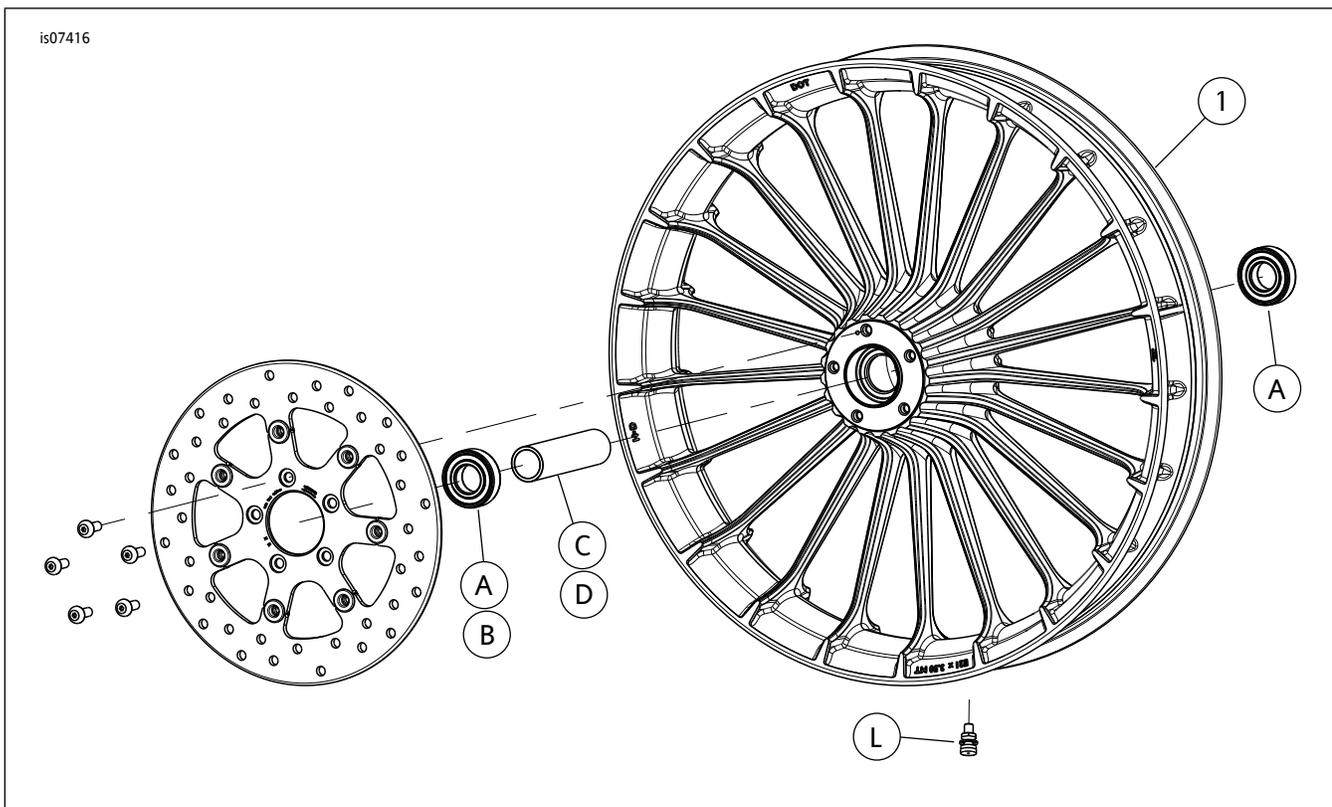

图2。维修零件：Turbine前轮
此套件仅包括定制车轮。参见图2和表2。
2. 参见图2。在车轮上安装阀杆组件(L)。参见维修手册。